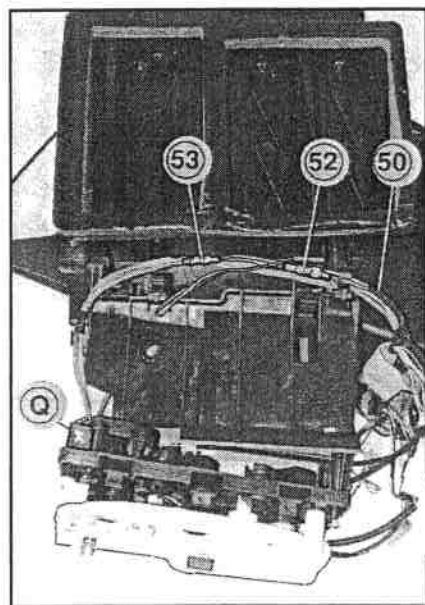

FIG. 40
- I** Rimontare il gruppo riscaldamento «R» inserendo i raccordi pre-formati della batteria evaporante nella feritoia predisposta sul paraframma (zona indicata con «W» in fig. 40). Rimontare in posizione originale sul paraframma la flangia «K» in precedenza modificata (vedi figura seguente). Ripristinare il collegamento dei manicotti acqua al gruppo riscaldamento, bloccandoli mediante fascette fornite «92», in sostituzione delle originali.
- F** Reposer le groupe chauffage «R» en insérant les raccords préformés de la batterie évaporateur sur la fente disponible sur le pare-feu (zone indiquée avec «W» sur la fig. 40). Reposer la bride «K», précédemment modifiée, dans sa position sur le pare-feu (voir la figure suivante). Rétablir la connexion des manchons à eau au groupe chauffage, et les fixer à l'aide des colliers fournis «92», à la place des colliers d'origine.
- GB** Reassemble the heating assy «R» and insert the evaporator core shaped couplings in the slit prepared on the firewall (area indicated by «W» in fig. 40). Reassemble the previously modified flange «K» on the firewall in the original position (see the following picture). Reconnect the water pipe to the heating unit and lock it in place with the clamps «92» supplied to replace the original clamps.
- D** Heizgerät «R» wieder einbauen und dabei die Rohranschlüsse der Verdampferbatterie in die am Flammsschott vorbereiteten Schlitze (mit «W» in Abb. 40 gezeigter Bereich) einsetzen. In Original-Position am Flammsschott die vorher abgeänderte Flansch «K» wieder einbauen (siehe folgende Abbildung). Die Anschlüsse der Wassermuffen an Heizgerät wieder herstellen und mit gelieferten Schellen «92» an Stelle der Original-Teile festziehen.